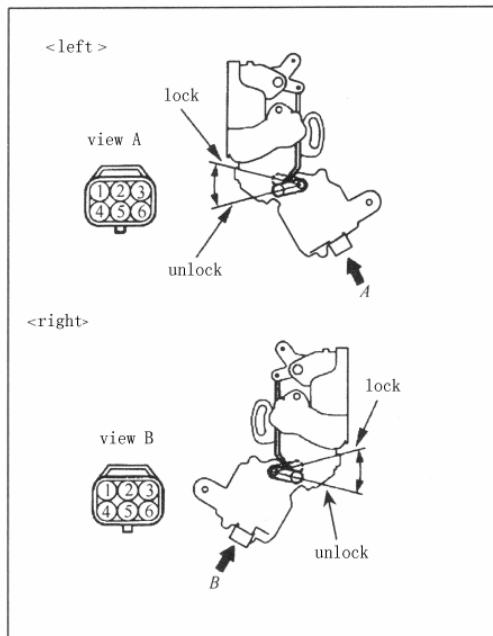

Fig. 20—123
6. Rear door latch administer, see Fig. 20—123、Table20—75、Table 20—76。